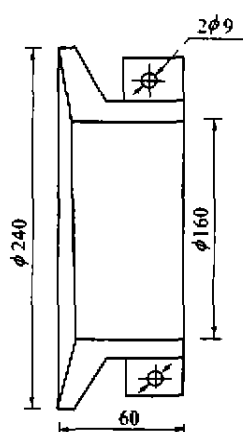
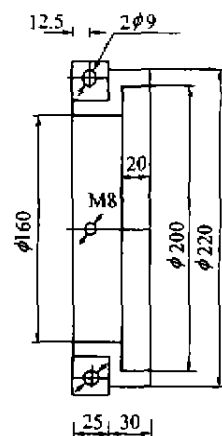
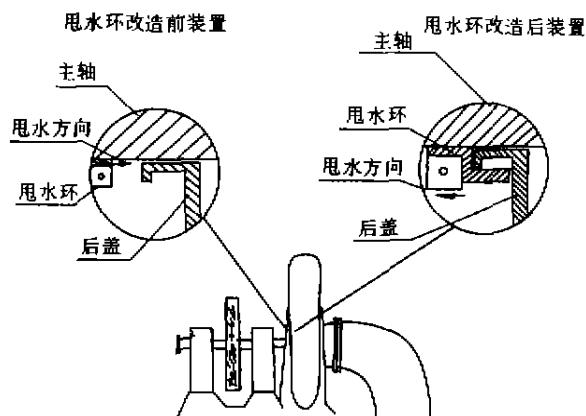

图1 改造前甩水环
图2 改造后甩水环
图3 混流式水轮机
以HL-WJ-50水轮机喷水问题为例, 根据HL-WJ-50水轮机主轴的尺寸, 改造甩水环, 改变甩水方向。图1为改造前的甩水环, 图2为改造后的甩水环。
a. 改造前混流式水轮机甩水环安装紧靠在密封盖(迷宫环)后(图3), 挡住转轮室的来水, 当甩水环与主轴同步转动时, 甩水环两叶甩水直向后盖, 后盖产生正压, 引起轴向喷水, 但推力瓦又紧靠后盖, 于是, 喷水直接到推力瓦中, 水进入推力瓦槽中与油混合, 使轴瓦温度上升到限制瓦温(68℃), 导致保护系统动作, 自动关机。
b. 改造后的混流式水轮机甩水环(图2)安装紧靠水轮机的后盖(图3), 当甩水环与主轴同步转动时, 甩水环两叶甩水直向尾水方向, 减少轴向水压力, 积水箱的水经过两道90°弯曲才能到主轴边, 再经过90°弯才能从主轴流出, 所以经过改造后的甩水环, 彻底解决了小型混流式水轮机的轴向喷水问题。